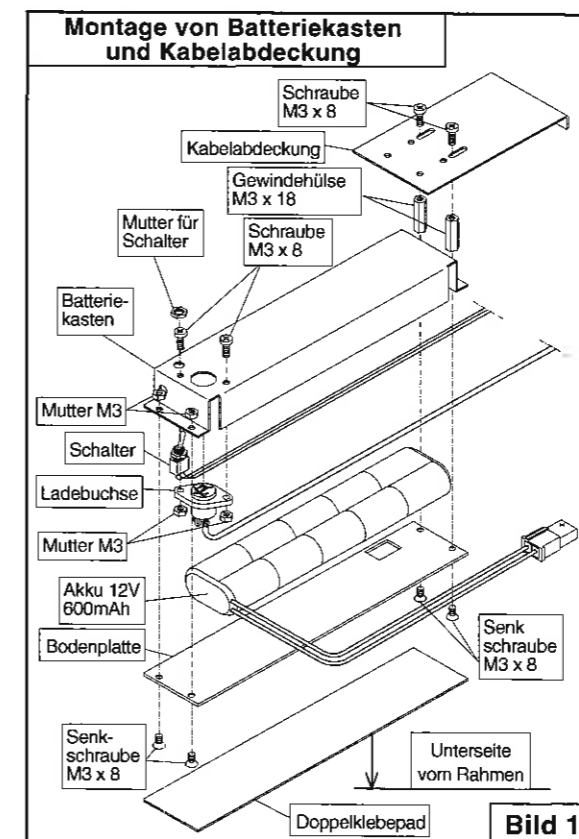

Bild 15
**Bild 15** zeigt den Zusammenbau des Batteriekastrs mit 12V Akku, Art.-Nr. 788, in Verbindung mit der Kabelabdeckung. Bringen Sie zuerst die Ladebuchse an der vorgesehenen Position an. Dann befestigen Sie den Ein-Aus-Schalter mit beiliegender Mutter. Stecken Sie nun die Senkschrauben in die